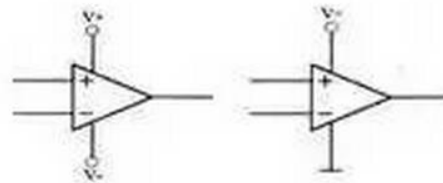

图 1-2 运算放大器可接的两种电源
- OA接入的电源可以是单电源的也可以是多电源的 (图1-2)